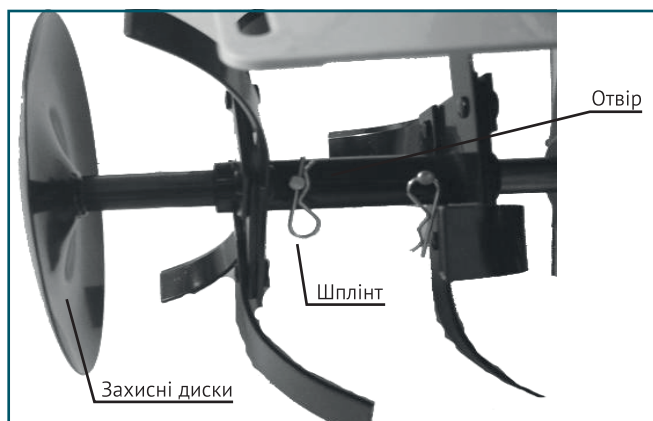

Рис.4
Встановлення захисних дисків (Рис.4)
- При заміні фрез спочатку віддаляється зовнішній шплінт і зовнішня фреза, а потім, внутрішній шплінт і внутрішня фреза. Див Рис.4.